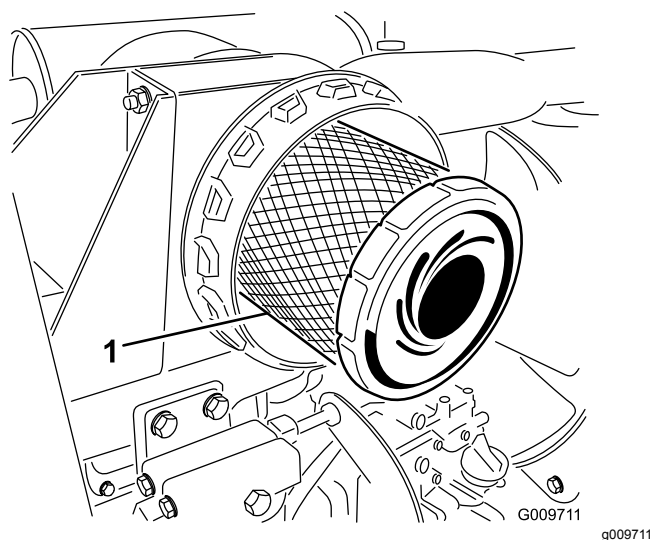

Figura 34
3. Retire e substitua o filtro primário (Figura 34).